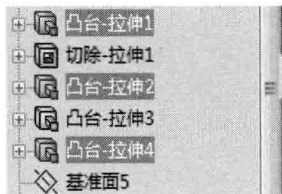

图 1-16 选择不连续的多个项目
(1) 在 FeatureManager 设计树中, 有子目录、注解、基准面、基准轴、设计活页夹、实体、特征项目等。
(2) 按住 Ctrl 键可以选择不连续的多个项目, 如图 1-16 所示。